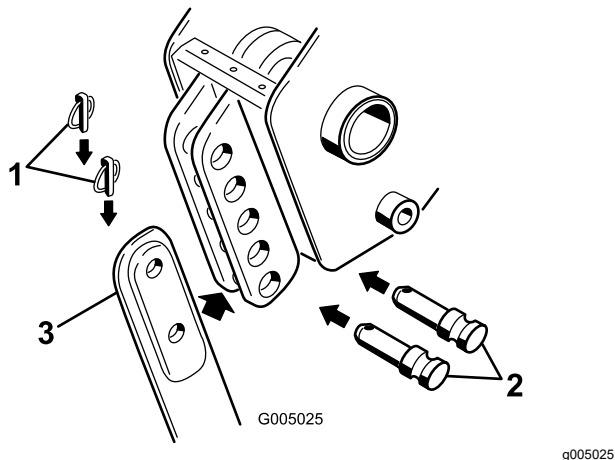

Figura 5
Nota: Para remover completamente a lâmina, remover tanto o pino de sujeição superior como o inferior e os passadores de forquilha; consulte a Figura 5.
4. Remover os 2 pinos de sujeição dos passadores de forquilha no suporte da lâmina, em seguida remova os passadores de forquilha (Figura 5) e a lâmina existente (se instalada).
5. Deslize a nova lâmina para o suporte da lâmina e fixe-a na profundidade desejada (uma alteração nos furos de montagem altera a profundidade em 7,6 cm, utilizando os passadores de forquilha e os pinos de sujeição removidos anteriormente (Figura 5).
o inferior e os passadores de forquilha; consulte a Figura 5.